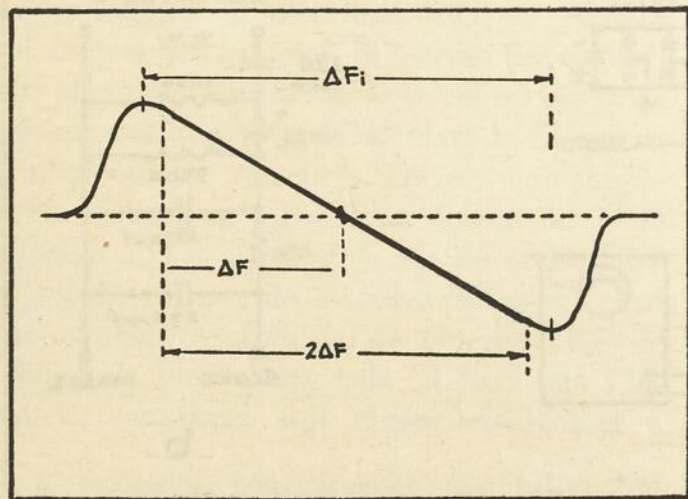
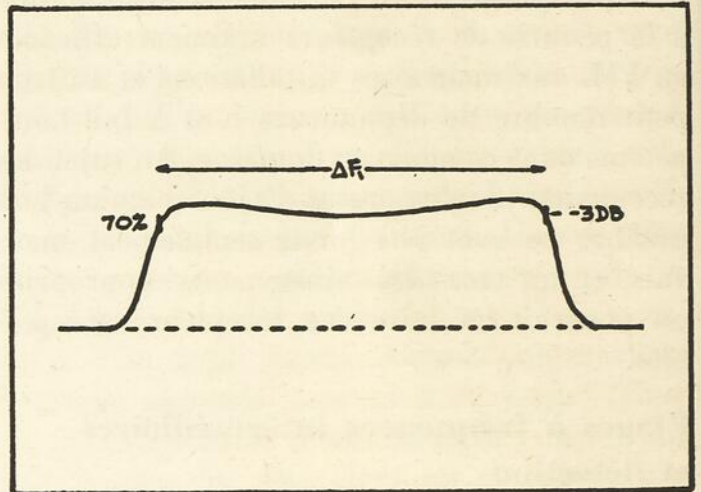

Fig. 1
Fig. 2
Pour obtenir une réception de bonne qualité il faut posséder un récepteur capable d'accepter un signal dont la modulation atteint 100%. Or, d'après les limites acceptées, la modulation est de 100% lorsque la déviation de la fréquence atteint 75 kilocycles de chaque côté de la fréquence de transmission. Cependant, il est possible que cette limite soit dépassée, mais à l'encontre de la transmission A.M. cela ne cause pas de distorsion pourvu que le récepteur soit capable de l'accepter. Comme il faut ici donner un chiffre, disons que le récepteur devra accepter une variation de 100 kilocycles, sans distorsion (Voir  $\Delta F$  fig. 1).
Pour que le discriminateur fonctionne correctement, il faut que les étages intermédiaires précédents soient assez larges. Pour que la courbe de la figure 1 soit réalisée, la bande passante des étages intermédiaires doit avoir la forme indiquée à la figure 2. On prendra pour  $\Delta F$  une valeur de 250 kc. aux points où la courbe tombe à 70%, soit de 3 DB.
A l'aide du tournevis on ajuste d'abord les transformateurs pour la hauteur maximum de l'image sur l'oscillographe et on mesure la largeur de la bande passante à 70%, à l'aide de l'indicateur (marker). C'est ici que commence l'ajustement haute fidélité. Si la bande ne mesure pas 250 kc de largeur, il faut l'étendre. Disons-le tout de suite, le gain du récepteur va s'affaïsser. Qu'importe. Nous le rattrapperons d'une autre façon. Pour étendre la bande, il suffit généralement de syntoniser légèrement les transformateurs. Disons qu'on cherche à syntoniser le premier transformateur au-dessous de 10.7 mc et le deuxième au-dessus. Presque toujours on verra apparaître deux maximums tel qu'indiqué à la figure 2.
Pour aligner le discriminateur on déplace l'oscillographe (1) vers la sortie de ce dernier, plus précisément sur le point où est prise la fréquence audio (généralement le fil qui va au contrôle de volume). Là on voit apparaître la fameuse courbe en forme de S de la figure 1. En ajustant la vis du secondaire du transformateur de discrimination on rend cette courbe symétrique de chaque côté de la ligne de base. Pour cela, il faut que l'indicateur (marker) soit ajusté exactement à
(1) A ce point nous n'avons pas besoin du détecteur auxiliaire.